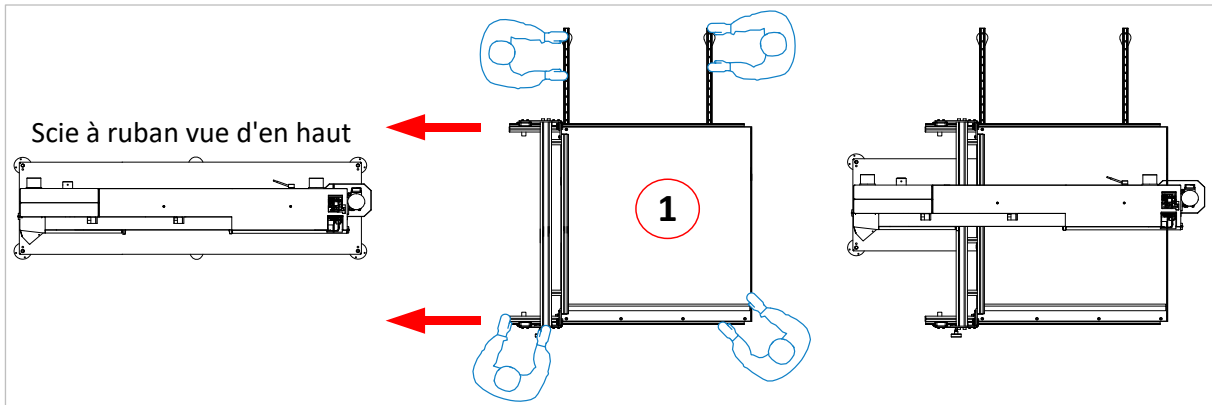

Figure 6 : pousser la moitié gauche de la table (1) contre la machine
Après avoir positionné la protection de la lame de scie vers le haut, poussez la moitié gauche de la table coulissante (1) à l'aide de 4 personnes ou d'une grue de hangar jusqu'à ce qu'elle soit entièrement contre la machine à scier à ruban (voir ⇒ Figure 6 tout à droite).